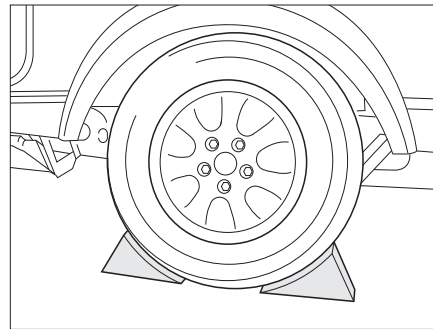

Fig. 179 Asegurar el vehículo
- Colocar zapatas de freno u objetos similares adecuados debajo de la rueda opuesta para asegurar el vehículo (Fig. 179).